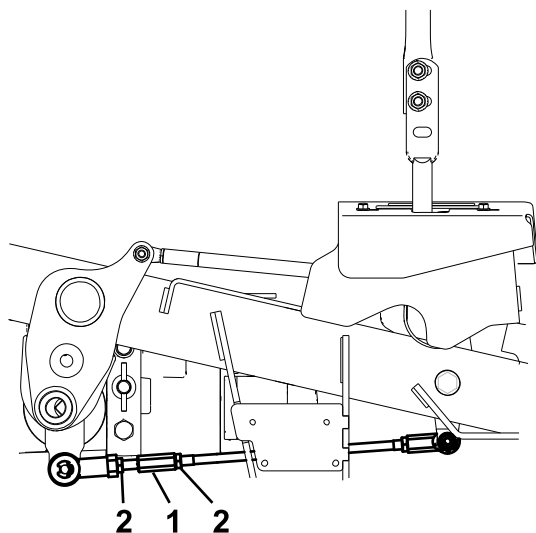

図 59
10. ホイールが後退方向にクリープするまで、適切な方向にロッドの二重ナットを回転させて、ポンプコントロールロッドの長さを調整する(図 59)。